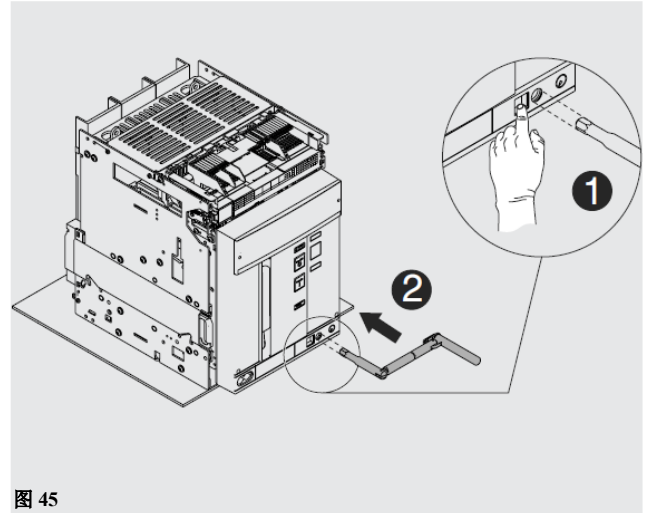

图 45
9. 按下锁定按钮，将手柄安装到移动部件中。在此阶段，移动部件仍将处于 **DISCONNECT** 位置。见图 45。